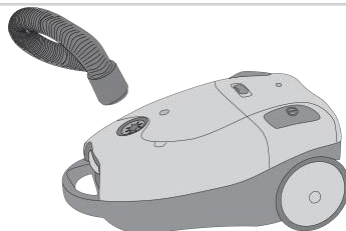

Abbildung 2 Befestigen des Anschlussstückes
1. Lassen Sie das Anschlussstück des Schlauchs in den Schlauchanschluss auf dem Motorgehäuse einrasten, siehe Abbildung 2. Wenn Sie den Schlauch entfernen wollen, dann drücken Sie die zwei seitlichen Knöpfe am Anschlussstück ein und ziehen das Anschlussstück heraus.